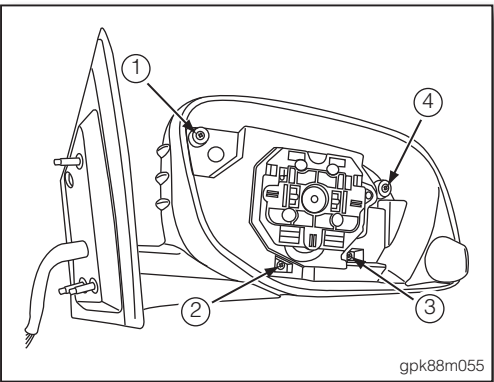

图 7
- 5. 拆下车门后视镜内饰盖的固定螺丝① ~ ④后，将车门后视镜内饰盖掀开 ( 如图 7)。